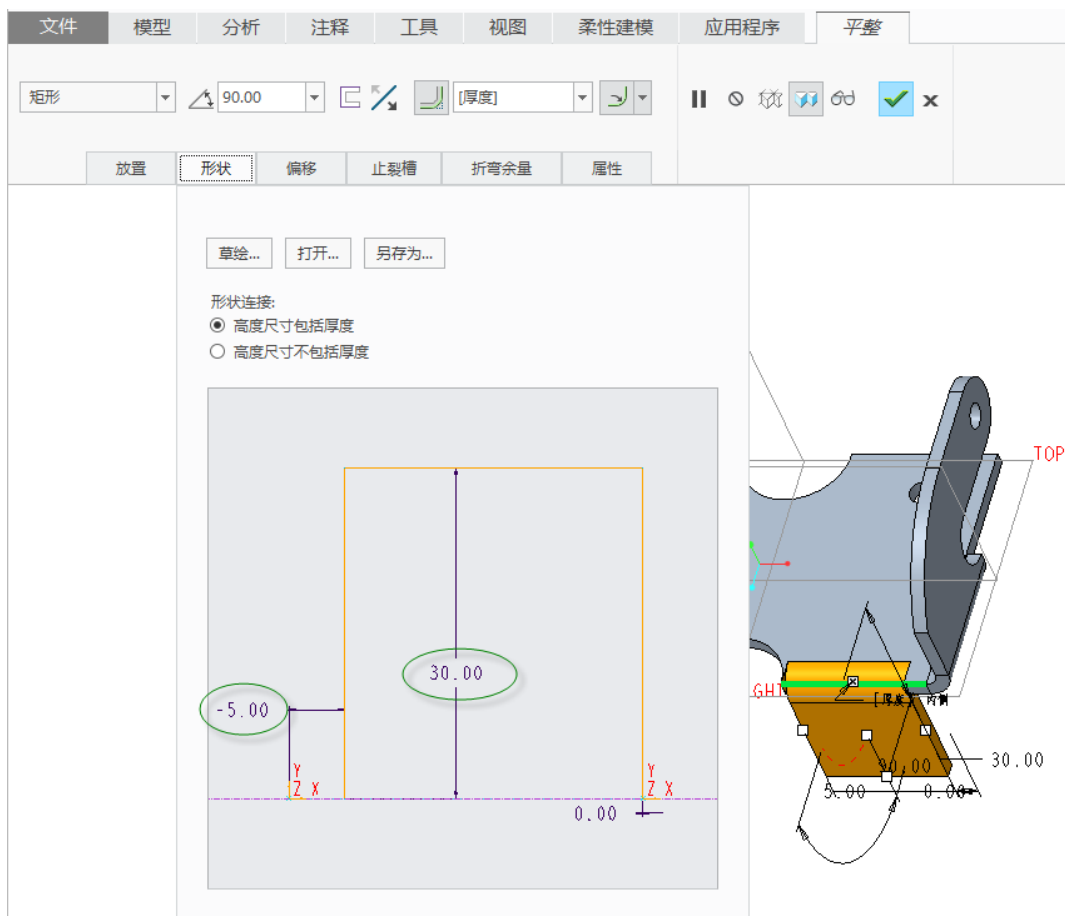

图 5-179 设置形状尺寸 1
(3) 在“平整”选项卡上打开“形状”面板，选中“高度尺寸包括厚度”单选按钮，并在草绘窗口中设置图 5-179 所示的形状尺寸。